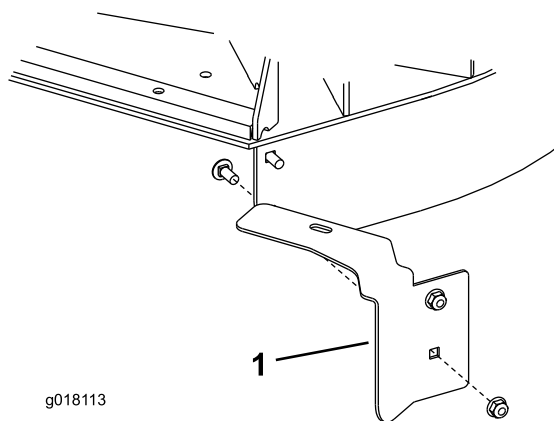

Figura 3
6. Montate il carter pedale destro nell'angolo posteriore destro dell'apparato di taglio con (2) bulloni a testa tonda da 5/16 x 3/4 pollici e dadi flangiati. Inserite i bulloni dall'interno. Collocate la protezione come illustrato nella Figura 3.